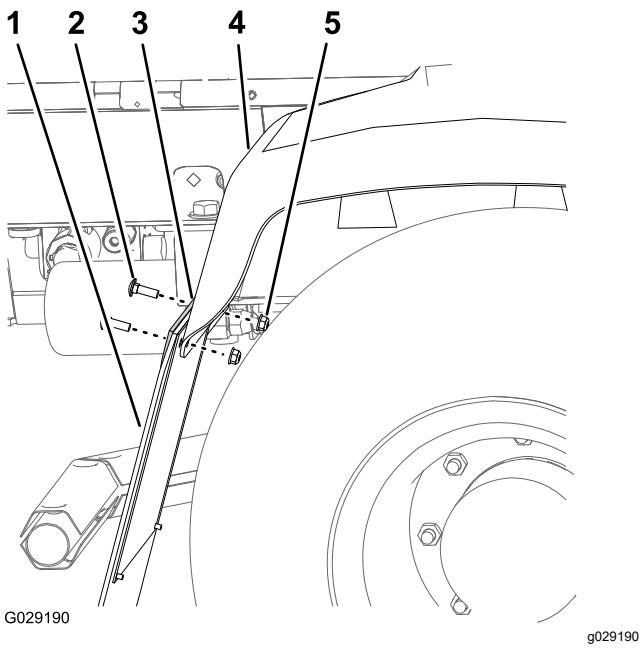

Bild 5
- Nehmen Sie die zwei Schlossschrauben und zwei Sicherungsbundmuttern ab, mit denen der Schmutzfänger an der hinteren Kotflügelhalterung und am rechten hinteren Kotflügel befestigt ist (Bild 5).